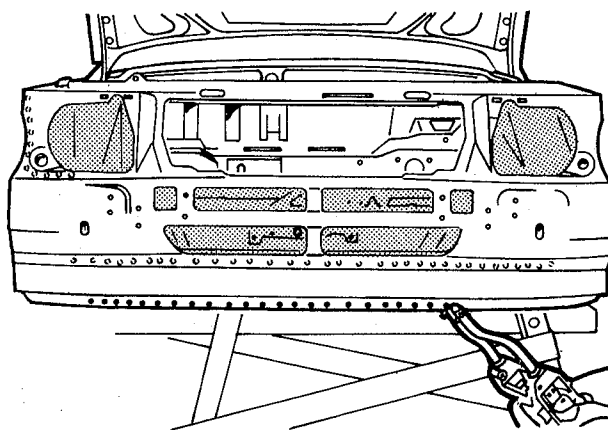

fig. 54
7. Soldar a ponto o painel dianteiro à travessa dianteira, e aos pára-lamas (fig. 54)